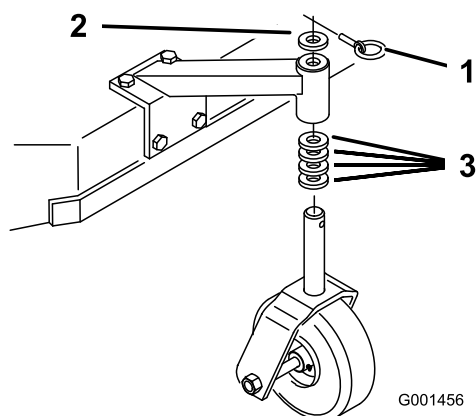

Figure 13
fonction du trou de réglage de l'essieu sélectionné (Figure 13).
- Retirez la goupille de verrouillage, sortez la roue pivotante de son support et changez les entretoises (Figure 13).
- Mettez la roue pivotante en place dans le support et insérez la goupille de verrouillage (Figure 13).